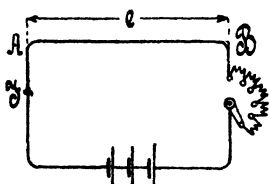

Fig. 5.
51. Um den Widerstand eines Leiters AB (Fig. 5) zu bestimmen, wird die Spannung e zwischen den Punkten A und B und die durchfließende Stromstärke J gemessen. Wie groß ist hiernach der Widerstand zwischen A und B?